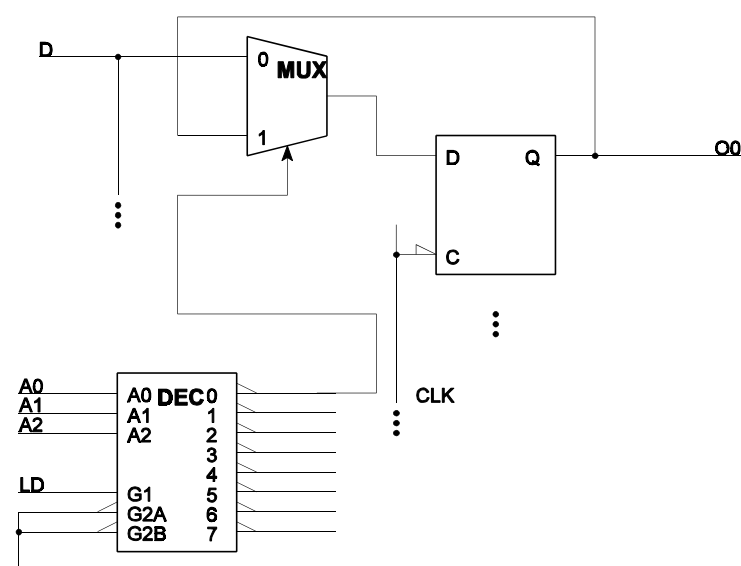

Abb. M4
5. Außer dem D-Flipflop brauchen wir eigentlich keine neuen Bauelemente (Abb. M4).
Erklärung zu Abb. M4: